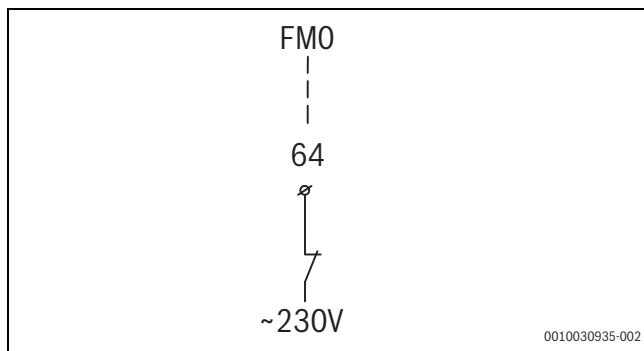

Fig. 33 Collegamento per generatore di calore supplementare esterno con uscita di allarme 230 V
- Collegare il segnale di allarme 230 V (AC) come indicato in fig. 33 al morsetto per collegamento **FMO** del modulo di installazione (→ capitolo 12.4, pag. 40 [26]).